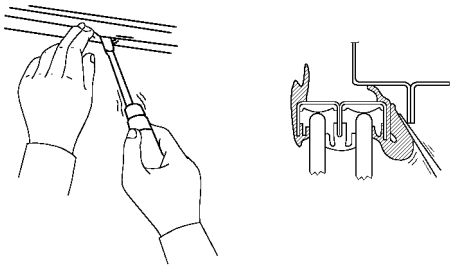

图 17-89 拆下连窗框的侧窗玻璃
(3) 拆下连窗框的侧窗玻璃。使用螺钉旋具从车内侧推出窗框或密封条的唇部，用手从车内侧向外推玻璃并拆下，如图 17-89 所示。